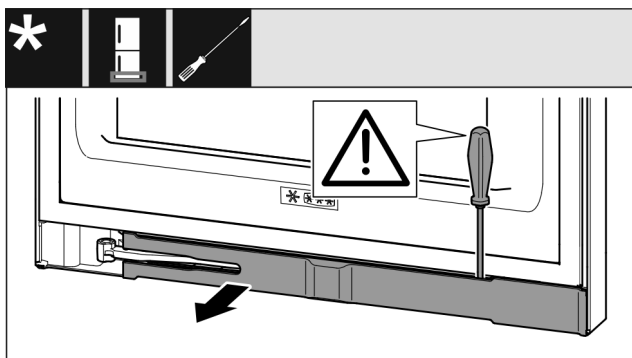

Fig. 15
- Odvijačem s ravnom glavom odvojite masku i zakrenite je na stranu. (pogledajte Fig. 15)